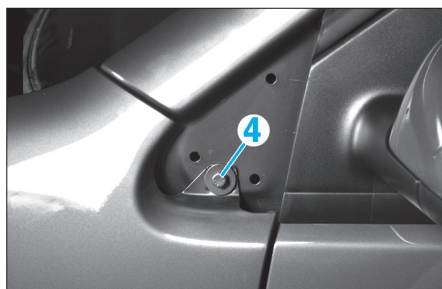

Fig. 15
- les 4 vis (2) et la vis (3),
- la vis (4) (Fig.15),